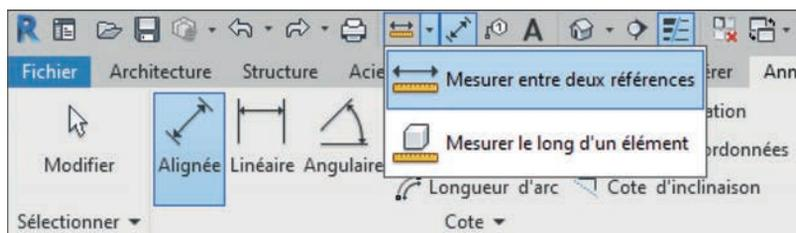

Fig. 5.45
- **Mesurer entre deux références** : cet outil fonctionne comme une règle. Il est disponible dans la barre d'accès rapide (icône règle) ; il suffit de choisir l'option Mesurer entre deux références (fig. 5.45). La mesure entre les deux points préalablement positionnés par un clic sera visible au-dessus de la ligne de cotation (fig. 5.46).